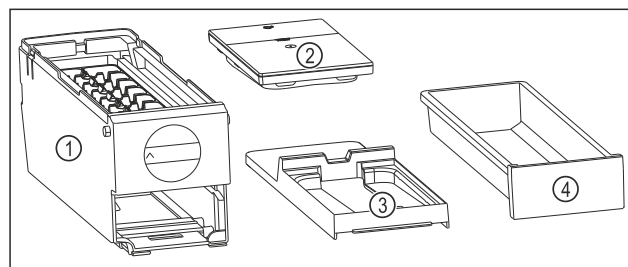

Fig. 98 Съставни части на EasyTwist-Ice
- ▶ EasyTwist-Ice е разглобен на четири части. (виж Fig. 98)
- ▶ Разглобявайте EasyTwist-Ice само на изобразените съставни части. (виж Fig. 98)
- ▶ Почистете корпуса на EasyTwist-Ice Fig. 98 (1) като едно цяло.